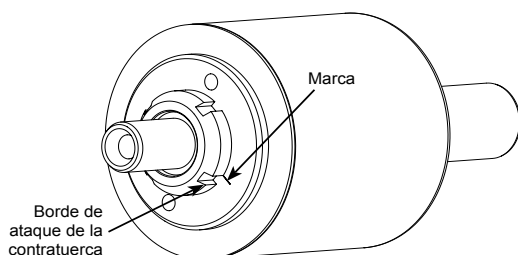

FIGURA 16
4. Deslice el imán interior en el eje y enganche el pasador del imán en el orificio de la arandela de empuje. Instala la contratuerca y bisele el borde hacia fuera. Apriete la contratuerca en el valor de torsión que se entrega en la **tabla 6**. Coloque una marca en el borde de salida de la muesca de la contratuerca. **Consulte la figura 16**. Afloje la contratuerca hasta que el borde de ataque de la misma muesca se alinee con la marca. Ello establecerá el espacio apropiado para las arandelas de empuje.